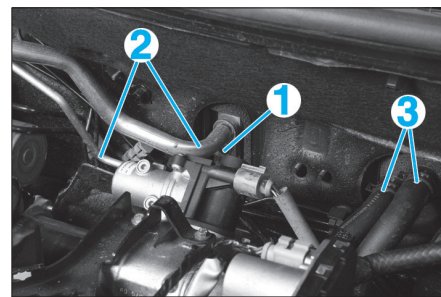

Fig. 11
- Déposer la vis (1) (Fig.11).
- les tuyaux de climatisation (2),
- les durits de radiateur de chauffage (3).